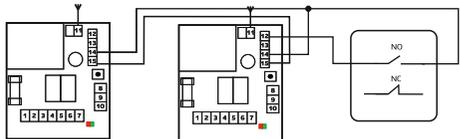

Рис. 7 — Вариант управления без перемычки
**7.2.1 Управление группой устройств, перемычка не установлена (см. рис. 7)**